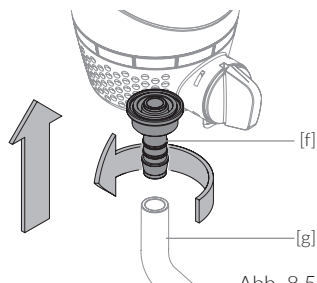

Abb. 8.5
- / Schlauchtülle [f] in Pfeilrichtung in den Kugelhahn einschrauben, bis die Tellerfläche der Schlauchtülle [f] mit dem eingelegten O-Ring plan an der Abdeckung anliegt (Abb. 8.5)